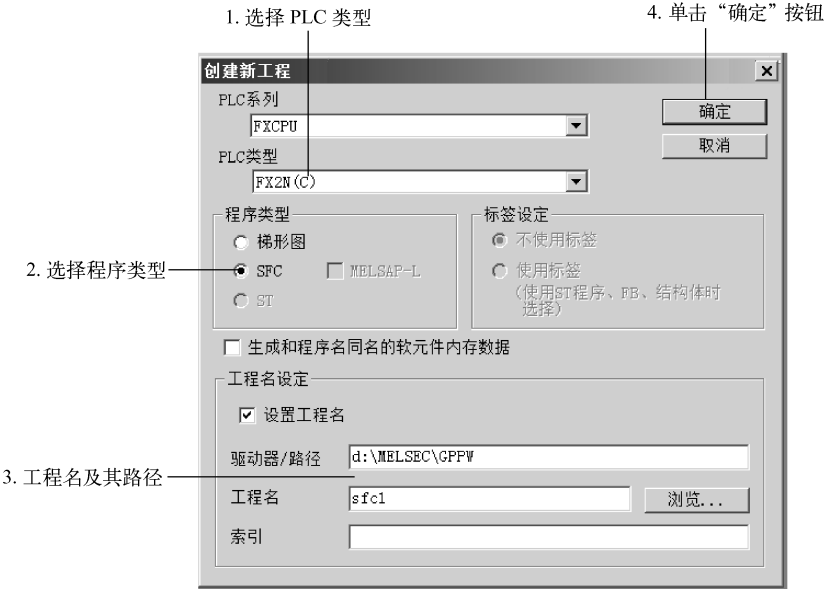

图 5-61 “创建新工程”对话框
(1) 启动 GX Developer 编程软件, 单击“工程”菜单, 单击“创建新工程”菜单项或“新建工程”按钮 , 打开“创建新工程”对话框, 如图 5-61 所示。在这里选择 PLC 的类